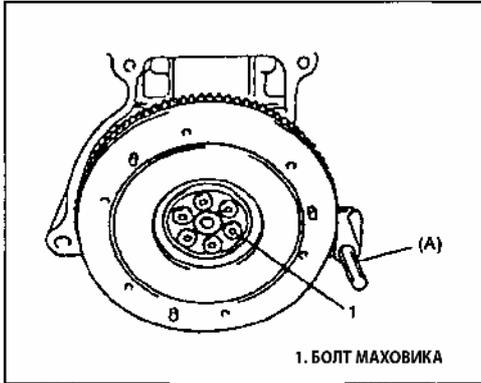

Рис. 145
- 2) Снимите КПП с двигателя, затем снимите корзину сцепления, диск сцепления и маховик (Рис. 145).